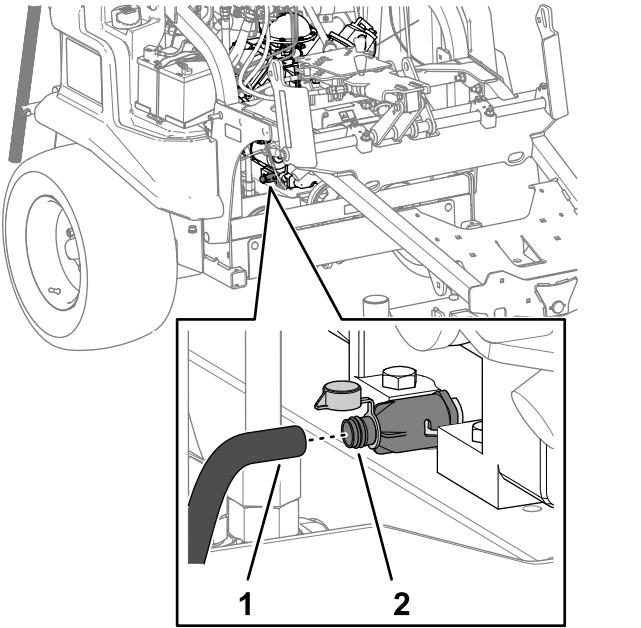

Figura 77
5. Abra la válvula de vaciado girándola un poco en sentido antihorario y tirando de ella hacia fuera (Figura 77).
4. Retire el tapón de la válvula de vaciado de aceite, conecte una manguera de 13 mm (½") al acoplamiento dentado de la válvula y coloque el otro extremo de la manguera en un recipiente de vaciado (Figura 77).